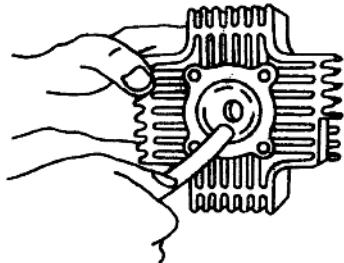

图 1-2 清除气缸盖燃烧室积炭
(1) 气缸盖燃烧室积炭的清除方法: 如图 1-2 所示, 用非金属刮刀或不尖锐的软金属刮刀将气缸盖燃烧室内的积炭清除干净, 并注意清除积炭时切勿刮伤燃烧室内的表面, 然后用洁净的汽油或煤油将燃烧室清洗干净, 并用干净的软布擦净。